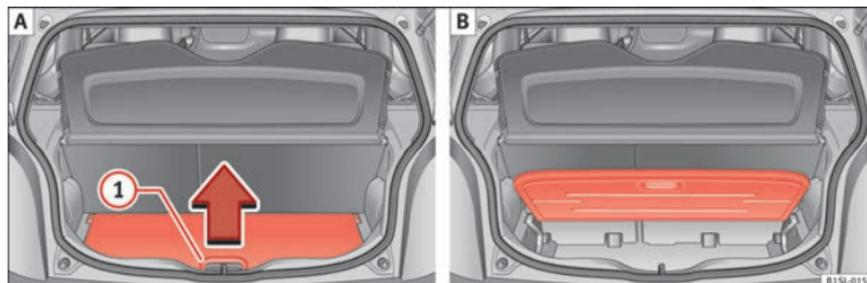

Fig. 69 A: aprire il piano variabile del vano bagagli
- Per *sollevare* il piano, sollevare la maniglia ⇒ fig. 69 ① seguendo il verso della freccia e tirare verso l'alto ⇒ fig. 69 B.